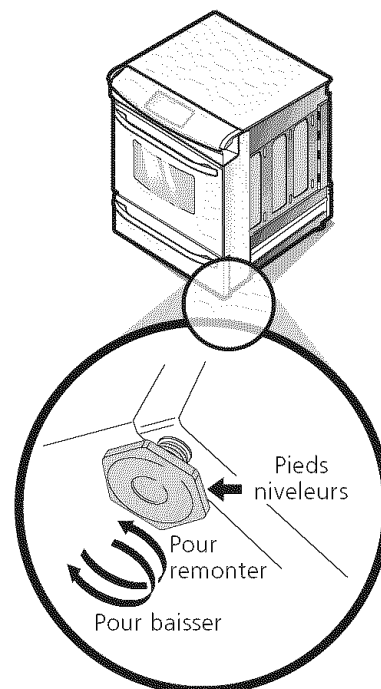

Figure 12
2. Déposez un niveau à bulle sur la grille. Prenez 2 lectures en plaçant le niveau en diagonale dans une direction, puis dans l'autre direction. Si nécessaire, ajustez les 4 vis de nivellement à l'aide d'une clé pour niveler l'appareil (reportez-vous à la figure 12).
4. Mettez la cuisinière à niveau au besoin, en l'ajustant avec les 4 pieds niveleurs à l'aide d'une clé à molette (voir Figure 12 ci-dessous). Un dégagement minimum de 1/8" (0.3 cm) est requis entre le bas de la cuisinière et les pieds niveleurs arrière pour disposer de suffisamment d'espace pour installer les supports anti-bascules.